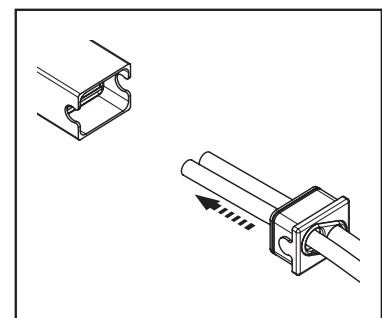

fig.3 Tapa de cierre y cables
3. Pase los dos cables por los orificios previstos para ello en la tapa de cierre (fig. 3).